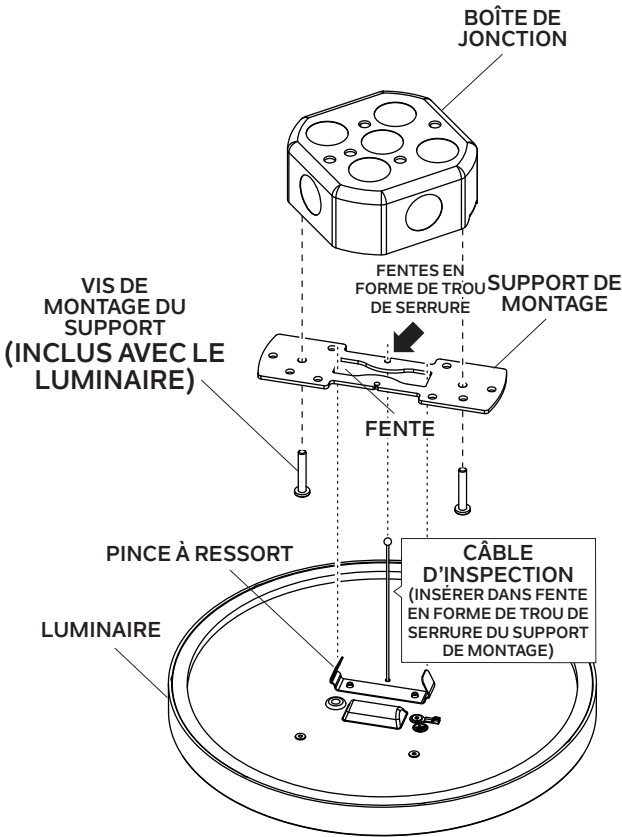

Fig. 2
- IF INSTALLING LUMINAIRE TO ROUND CEILING FAN JUNCTION BOX** (not included) install mounting bracket to junction box using the bracket mounting screws (included) (See Fig. 2).
• EN CAS D'INSTALLATION DU LUMINAIRE SUR UNE BOÎTE DE JONCTION DE VENTILATEUR DE PLAFOND RONDE (non incluse), installez le support de montage sur la boîte de jonction à l'aide des vis de montage du support (incluses) (Voir Fig. 2)
- SI INSTALA LA LUMINARIA EN UNA CAJA DE CONEXIONES DE VENTILADOR DE TECHO REDONDA** (no incluida), instale el soporte de montaje en la caja de conexiones utilizando los tornillos de montaje del soporte (incluidos) (Ver Fig. 2).